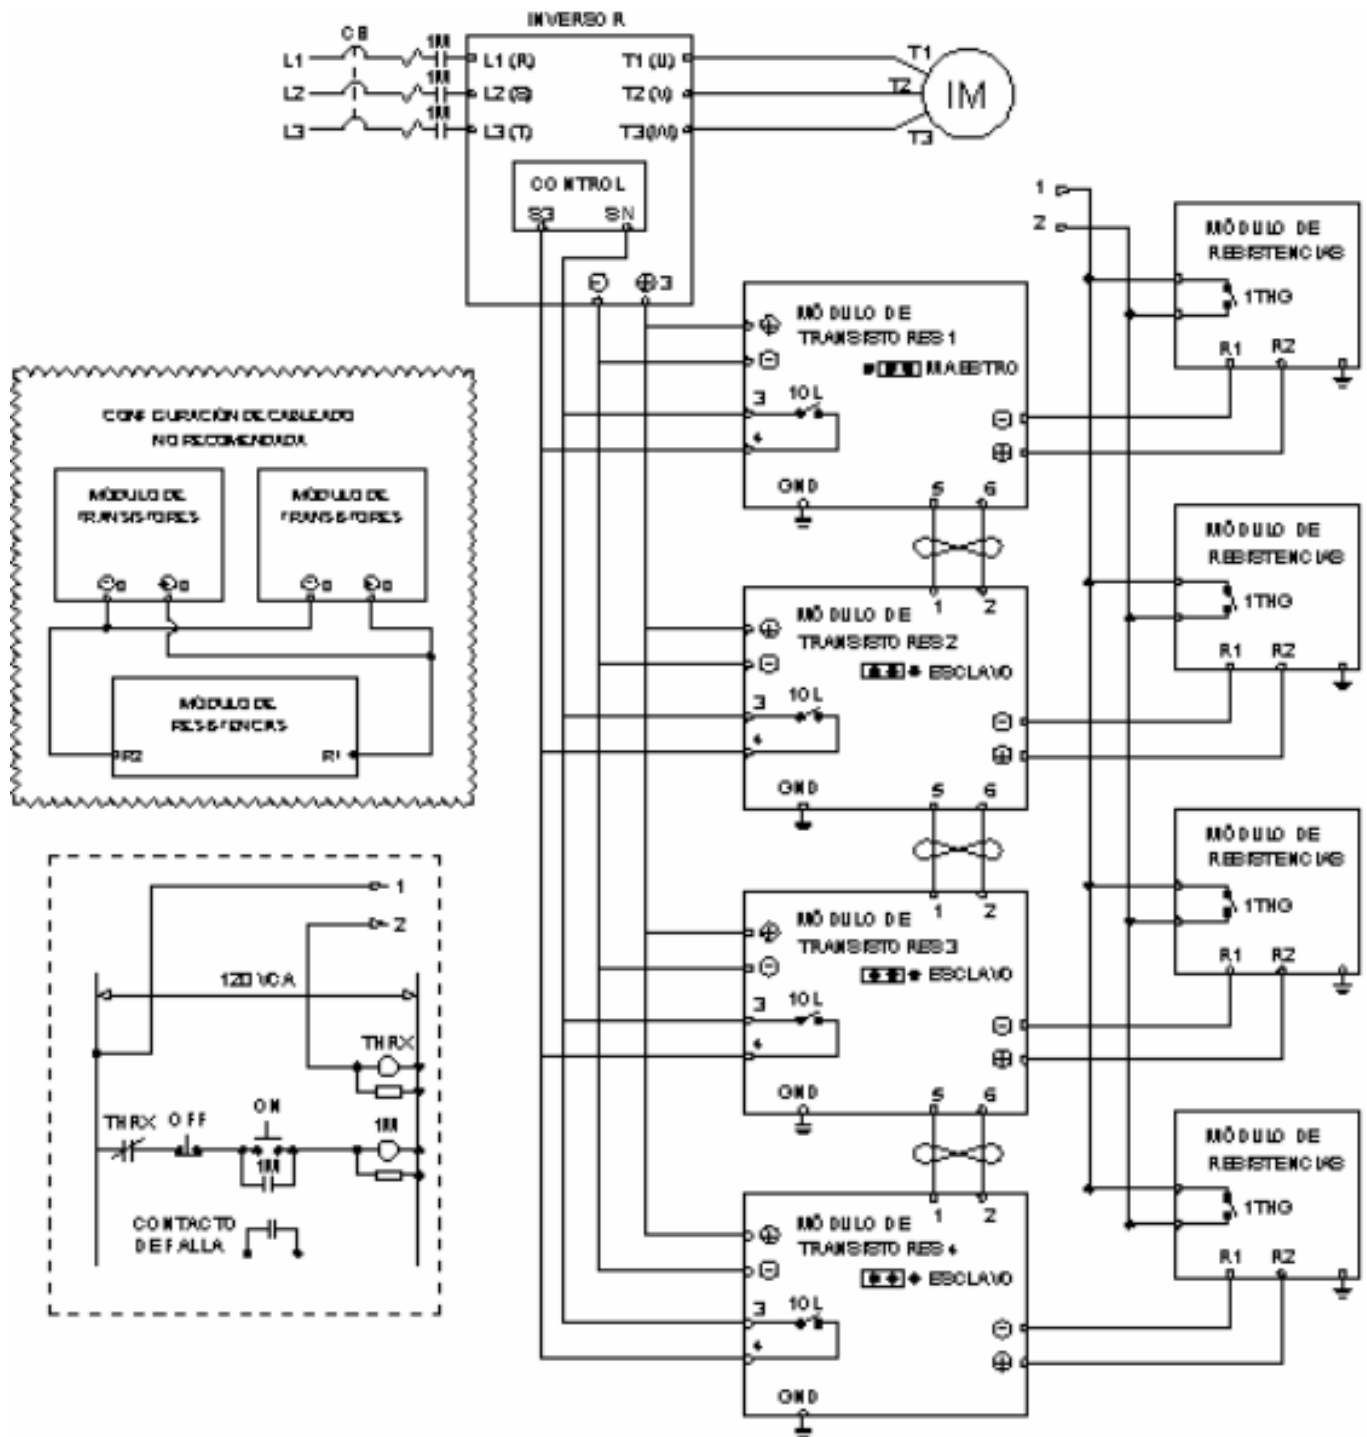

Figura 2.8 Cableado de varios Módulos de Transistores y Módulos de Resistencias de Frenado a un Inversor (F7U202 a F7U2110 y F7U4022 a F7U4300)
6. Si dos ó más Módulos de Transistores y Módulos de Resistencias son instalados, conéctelos al inversor y al circuito externo de control de acuerdo al diagrama de la figura 2.8